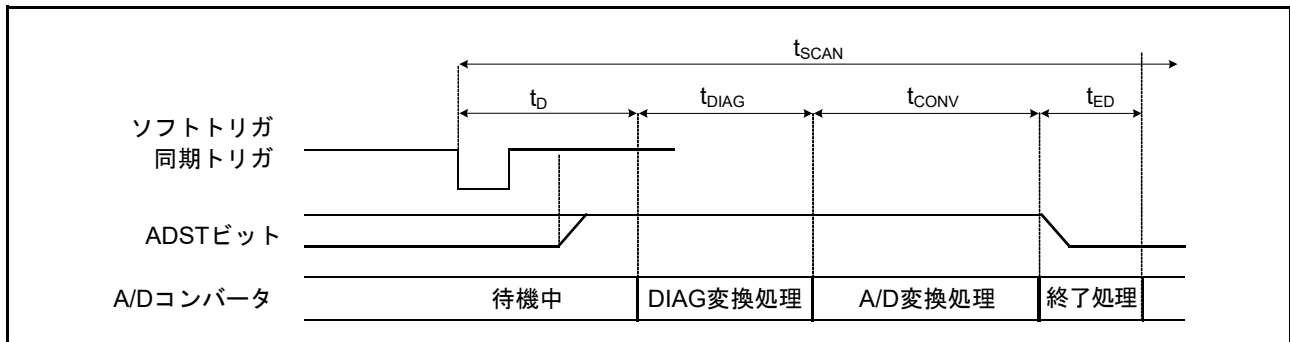
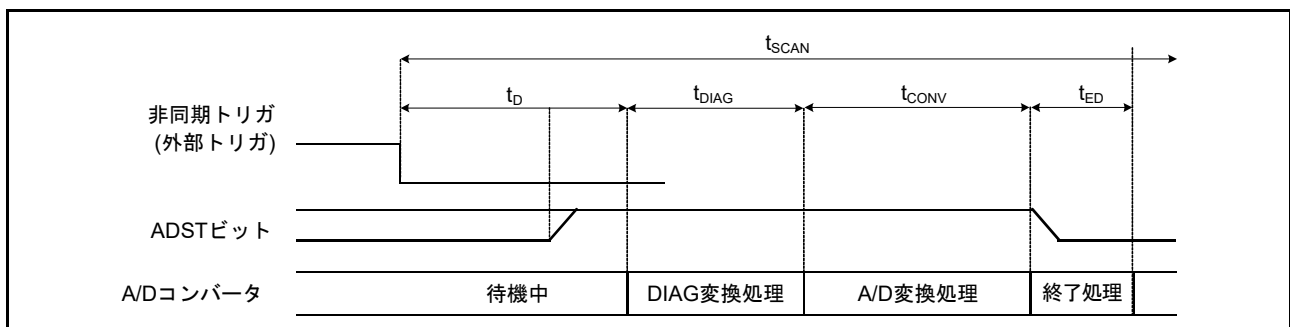

図 33.22 スキャン変換のタイミング(ソフトウェア起動、同期トリガ起動の場合)
図 33.23 スキャン変換のタイミング(非同期トリガ起動の場合)
図 33.22 にシングルスキャンモード、ソフトウェア起動と同期トリガ起動によるスキャン変換を行う場合のタイミングを示します。また、図 33.23 にシングルスキャンモード、非同期トリガ起動によるスキャン変換を行う場合のタイミングを示します。スキャン変換時間 ( $t_{SCAN}$ ) はスキャン変換開始遅延時間 ( $t_D$ )、断線検出アシスト処理時間 ( $t_{DIS}$ ) (注 1)、自己診断変換時間 ( $t_{DIAG}$ ) (注 2)、A/D 変換処理時間 ( $t_{CONV}$ )、スキャン変換終了遅延時間 ( $t_{ED}$ ) を含めた時間となります。
- 注1.  $t_D$ 、 $t_{DIAG}$ 、 $t_{CONV}$ 、 $t_{ED}$ の各タイミングについては図33.22、図33.23を参照してください。